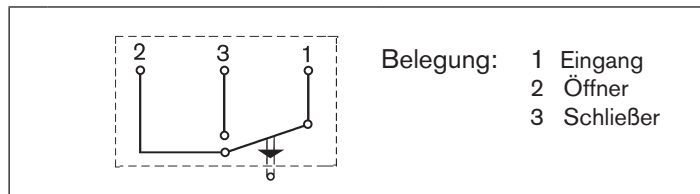

Bild 22: Elektrische Schaltung
- Schraube in der Kappe ④ lösen und Kontakteinsatz ② herausnehmen.
- Kabel durch Überwurfmutter ⑧ führen.
- Anschluss entsprechend der Schaltung vornehmen (siehe „Bild 22: Elektrische Schaltung“).